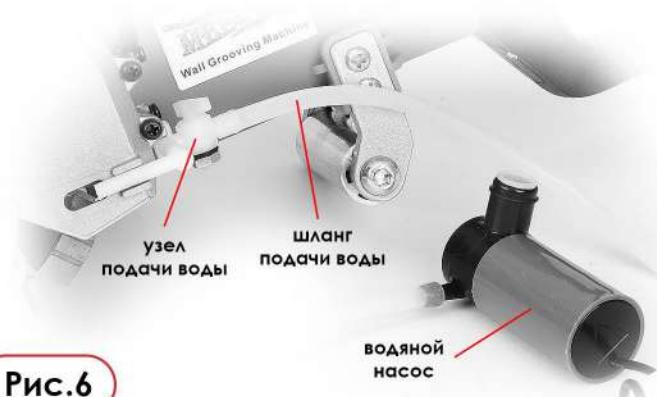

Рис.6
2. Подключите шланг подачи воды к установленному узлу и к водяному насосу. (Рис. 6)